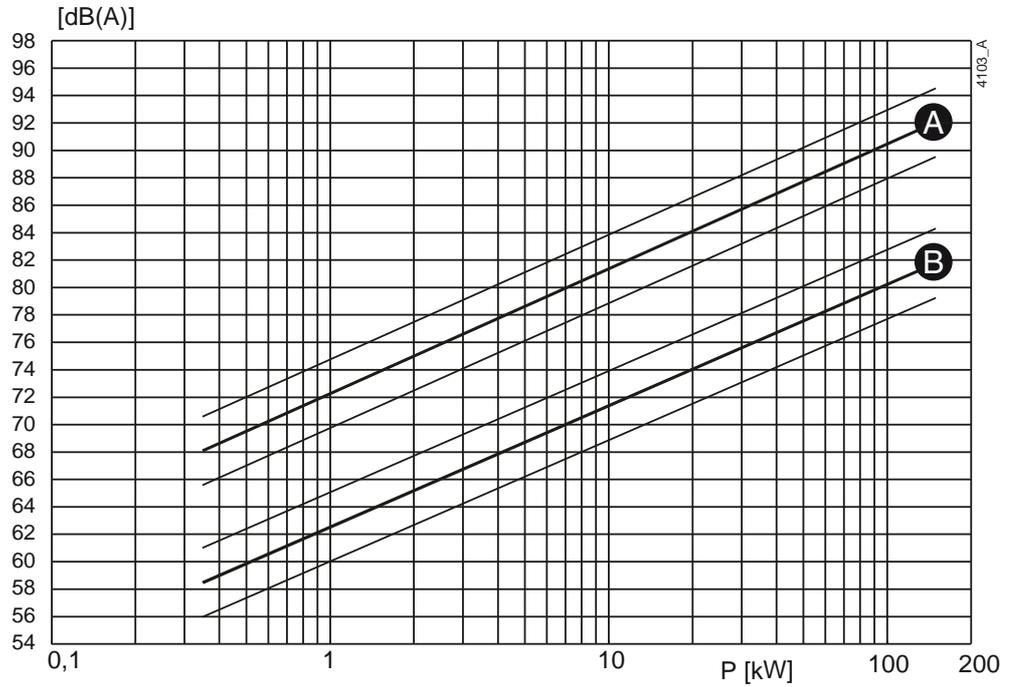
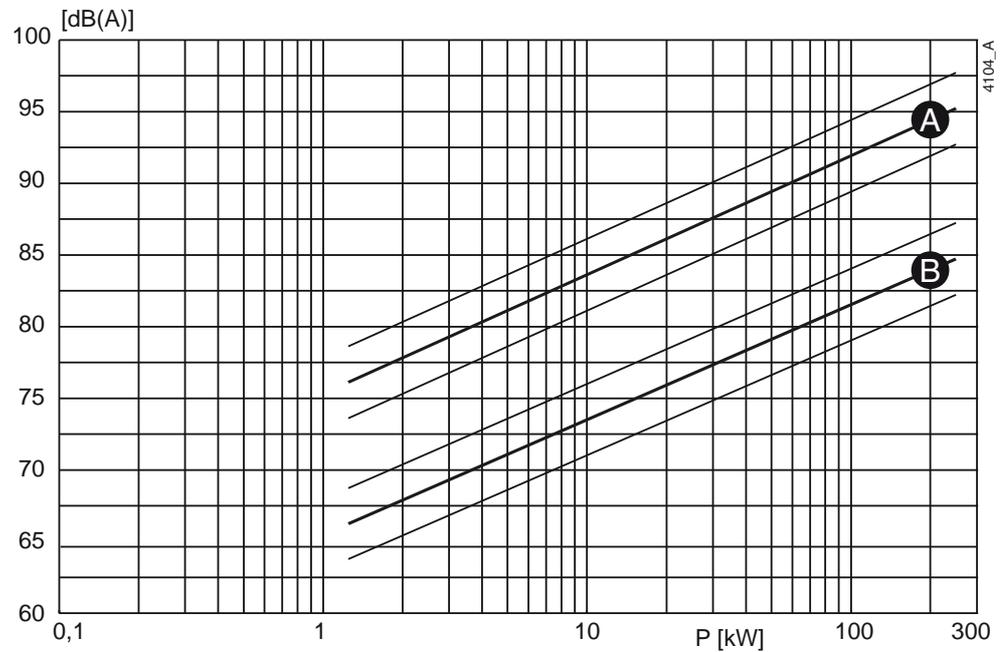

Abbildung 25: Schall als Funktion der Pumpenleistung [kW] bei 1450 1450 min⁻¹
Abbildung 26: Schall als Funktion der Pumpenleistung [kW] bei 1450 2.900 min⁻¹
- 1 Um den Schallpegel (L_1) der Pumpe zu bestimmen, siehe Abbildung 25 oder Abbildung 26.